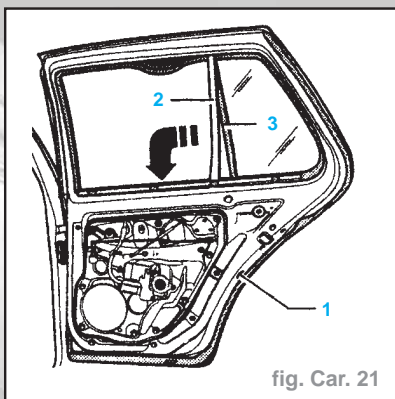

fig. Car. 21
- Dévisser la vis six pans (1) (fig. Car. 21).
- Détacher le montant central de glace (2) du joint de la glace triangulaire (3) et extraire le montant par le bas du guide-glasse supérieur.
- Détacher le guide-glasse (1) du flasque de porte (2). Tourner la partie inférieure du guide-glasse de 90° vers l'extérieur